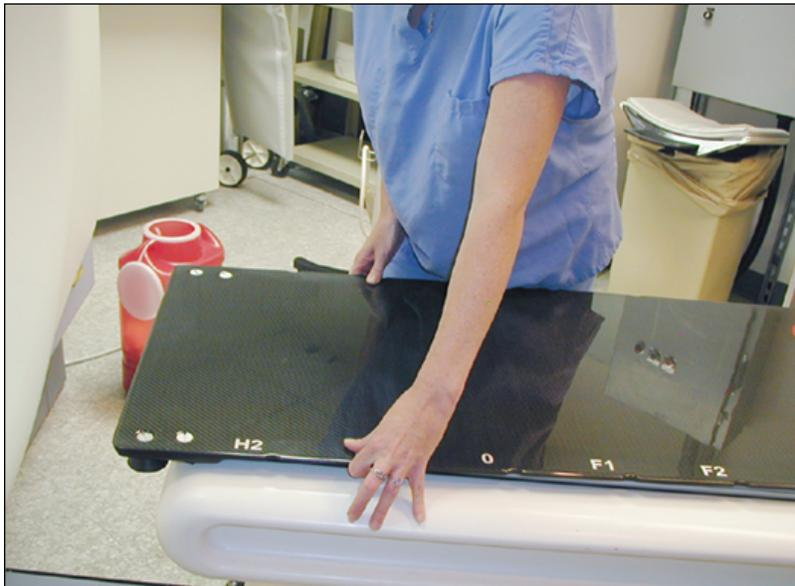

图 16
4. 将 CT 覆盖罩固定到 Canon CT 床板上,使 CT 插板的头端位于最终位置前部 3 英寸处并定位于 Canon CT 床板的中心(图 16)。